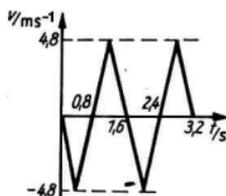

Bild 14
- 2.28 Das im Bild 14 dargestellte Diagramm stellt eine geradlinige Bewegung eines Maschinenteils dar, das als Massenpunkt aufgefaßt werden kann. Zum Zeitpunkt Null befindet sich der Punkt bei $+0,96$ m. Entwickeln Sie daraus das a, t - und das x, t -Diagramm.